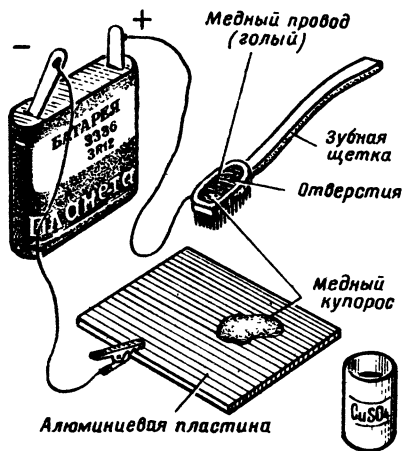

Рис. 159. Устройство для омеднения алюминиевой поверхности
3. Оригинальный способ пайки алюминиевых проводов и алюминиевой поверхности. Перед пайкой алюминиевую поверхность (провод или пластинку) предварительно омедняют, используя простейшую установку для гальванического покрытия, описанную в совете 121. Но можно сделать проще. Место пайки зачищают шлифовальной шкуркой и аккуратно наносят на него несколько капель насыщенного раствора медного купороса. Далее к алюминиевой детали (провод или пластина) подключают отрицательный полюс источника постоянного тока (выпрямитель, батарейка от карманного фонаря или аккумулятор), а к положительному полюсу присоединяют кусок медного провода 1—1,2 мм (без изоляции), находящегося в «устройстве», выполненном на базе зубной щетки (см. рис. 159). Медный провод находится в щетине зубной щетки так, чтобы провод не касался поверхности алюминия во время трения щетины (омеднения) поверхности детали. Через некоторое время на поверхности алюминиевой детали оседает слой красной меди, который после промывки и сушки лудят обычным способом (паяльником).